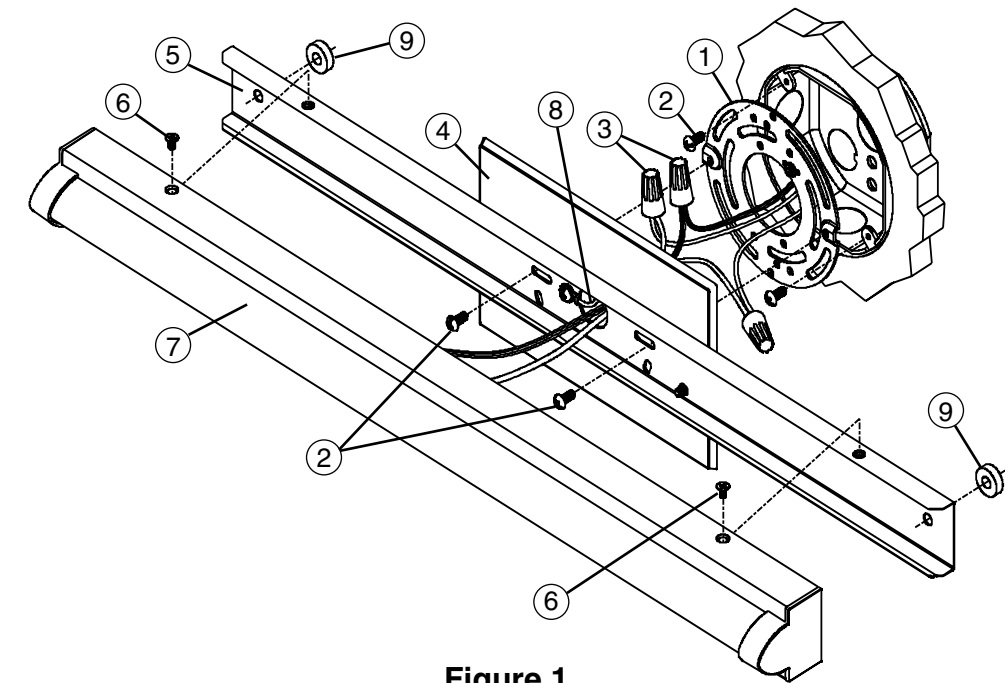
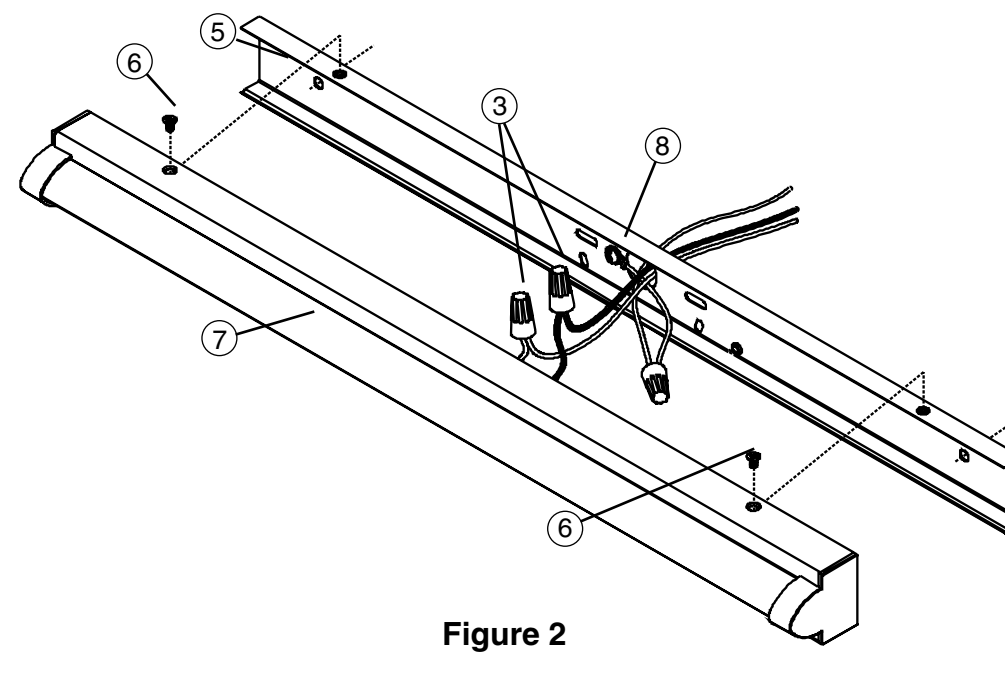
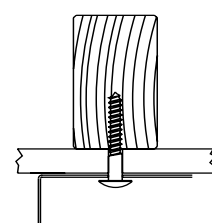
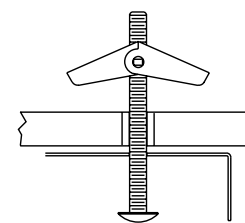

Figure 1
Figure 2
Figure 3
Figure 4
- 4a. Attacher la plaque de montage (1) au boîtier de raccordement en utilisant les vis de 1/2 po (2) pour que deux trous filetés s'alignent avec les trous de la plaque arrière (5) pour une installation verticale ou horizontale. Voir la figure 1.
- 5a. Pour soutenir les luminaires plus grands, tenir la plaque arrière (5) contre la surface de montage à l'emplacement désiré et marquer l'emplacement des trous de montage extérieurs de 1/4 po de Ø. Perceur un orifice pilote de 1/8 po de Ø à chaque emplacement.
- 6a. Si la perceuse atteint un clou ou une solive de plafond, utiliser des vis à bois (non incluses) et des supports d'espacement (9) pour sécuriser l'assemblage de plaque arrière (5) après avoir terminé les raccordements centraux. Voir la figure 3.
Si la perceuse n'atteint pas de clou ou de solive de plafond, agrandir les trous de manière à pouvoir y insérer un boulon (non inclus). Installer le boulon dans la plaque arrière (5), un support d'espacement puis les vis avant d'effectuer les raccordements centraux. Voir la figure 4.
- 7a. Faire passer les fils du luminaire et de mise à la terre à travers le pavillon (4) et positionner le boîtier (7) et la plaque arrière (5) près de la boîte de raccordement.
- 8a. Utiliser les capuchons de connexion (3) pour connecter le fil de mise à la terre vert (9) au fil de de mise à la terre cuivre nu, puis relier le câble du luminaire noir au câble d'alimentation noir et le câble du luminaire blanc au câble d'alimentation blanc. Repousser soigneusement en place les fil connectés dans le boîtier de raccordement. Voir la figure 2.
- 9a. Séparer le boîtier (7) et maintenir la plaque arrière (5) contre la surface de montage. Si des vis à bois et des supports d'espacement (9) ou des écrous préinstallés, des supports d'espacement (9) et des vis sont utilisés, les insérer dans les avant-trous.
- 10a. Installer deux vis de 1/2 po de longueur (2) dans les fentes de la plaque arrière (5) puis dans les trous filetés de la plaque de montage (1). Maintenir le luminaire à niveau, serrer ces vis et les écrous jusqu'à ce que le luminaire soit fixé. Voir la figure 1.
- 4b. Si les règlements locaux le permettent et s'il n'y a pas de boîtier de raccordement, le luminaire peut être installé sans pavillon (4) en retirant les vis retenant le pavillon (4) à la plaque arrière et en laissant le pavillon (4) de côté.
- 5b. Couper l'alimentation au niveau du disjoncteur. Positionner la plaque arrière (5) contre la surface de montage, puis passer le câble d'alimentation par le centre. Marquer l'emplacement des trous extérieurs de 1/4 po de Ø de la plaque de montage, puis percer un orifice pilote de 1/8 po de Ø à chaque emplacement.
- 6b. Si la perceuse atteint un clou ou une solive de plafond, utiliser des vis à bois (non incluses) pour fixer la plaque arrière (5) après avoir terminé les raccordements. Voir la figure 3.
Si la perceuse n'atteint pas de clou ou de solive de plafond, agrandir les trous de manière à pouvoir y insérer un boulon (non inclus). Installer le boulon à travers la plaque arrière, puis insérer la vis avant de terminer les raccordements. Jeter les supports d'espacement (9); voir la figure 4
- 7b. Installer un serre-câble approprié (non inclus) dans le trou du centre de 7/8 po de Ø de la plaque arrière (5). Prévoir un espace suffisant dans la surface de montage pour encastrer le serre-câble.
- 9b. Insérer les vis à bois ou les boulons préinstallés dans les trous de montage déjà percés. Maintenir le luminaire à niveau, serrer les vis ou les boulons jusqu'à ce que le luminaire soit bien fixé. Voir la figure 1.
- 10b. Utiliser les capuchons de connexion (3) afin de connecter le fil de mise à la terre vert (8) avec le fil de mise à la terre cuivre, puis connecter le câble du luminaire noir au câble d'alimentation noir et le câble du luminaire blanc au câble d'alimentation blanc. Voir la figure 2.
11. Sans pincer les câbles, positionner le boîtier d'assemblage (7) par-dessus la plaque arrière (5) en l'alignant avec les trous de montage. Insérer les vis à tête plate (6) et serrer.
- 4a. Attach Mounting Plate (1) to junction box using 1/2" long screws (2) so that two threaded holes align with slots in the Backplate (5) for horizontal or vertical installation. See Fig. 1.
- 5a. To support longer length fixtures, hold the Backplate (5) against the mounting surface in the desired location and mark the location of the Ø1/4" outer mounting holes. Drill 1/8" Ø pilot hole at each location.
- 6a. If drill encounters a stud or joist, use wood screw(s) (*not supplied*) and Spacers (9) to secure the Backplate Assembly (5) after completing wire connections. See Fig. 3.
If drill does not encounter a stud or joist, enlarge the holes to accommodate toggle nuts & bolts (*not supplied*). Install the bolt(s) through the Backplate (5), a Spacer (9) then the toggle nut before making wire connections. See Fig. 4.
- 7a. Feed the fixture and ground wires through the Canopy (4) and position the Housing (7) and Backplate Assemblies (5) near the junction box.
- 8a. Use Wirenuts (3) to connect the Green Ground Wire (9) to the bare copper ground wire, then connect the black fixture wire to the black power supply wire and the white fixture wire to the white power supply wire. Carefully push the wires back into the Junction Box. See Fig. 2.
- 9a. Separate the Housing (7) and hold the Backplate Assembly (5) against the mounting surface. If using wood screw(s) and Spacers (9) or the pre-installed toggle bolt(s), Spacers (9) and nut(s), insert them into the pre-drilled mounting holes.
- 10a. Install two 1/2" long screws (2) through slots in the Backplate (5) into the threaded holes in the Mounting Plate (1). Hold the fixture level, tighten these screws and the toggle bolts until the fixture is secure. See Fig. 1.
- 4b. If codes permit and there is no junction box, the fixture can be installed without the Canopy (4) by removing the screws holding the Canopy (4) to the Backplate (5) and setting the Canopy (4) aside.
- 5b. Turn the power off at the circuit breaker box. Position the Backplate (5) against the mounting surface, centered over the supply wire entry location. Mark the location of the 1/4" Ø outer mounting holes then drill 1/8" Ø pilot holes at each location.
- 6b. If drill encounters a stud or joist, use wood screw(s) (*not supplied*) to secure the Backplate (5) after completing wire connections. See Fig. 3.
If drill does not encounter a stud or joist, enlarge the holes to accommodate toggle nut(s) & bolt(s) (*not supplied*). Install the bolt(s) through the Backplate, then the toggle nut(s) before completing wire connections. Discard Spacers (10) See Fig. 4.
- 7b. Install an appropriate supply wire strain-relief (*not supplied*) in the 7/8" Ø center hole of the Backplate (5). Provide sufficient clearance in the mounting surface to recess the strain relief.
- 9b. Insert wood screws or the pre-installed toggle nuts and bolts into the previously drilled mounting holes. Hold the fixture level, tighten the screws or toggle bolts until the fixture is secure. See Fig. 1.